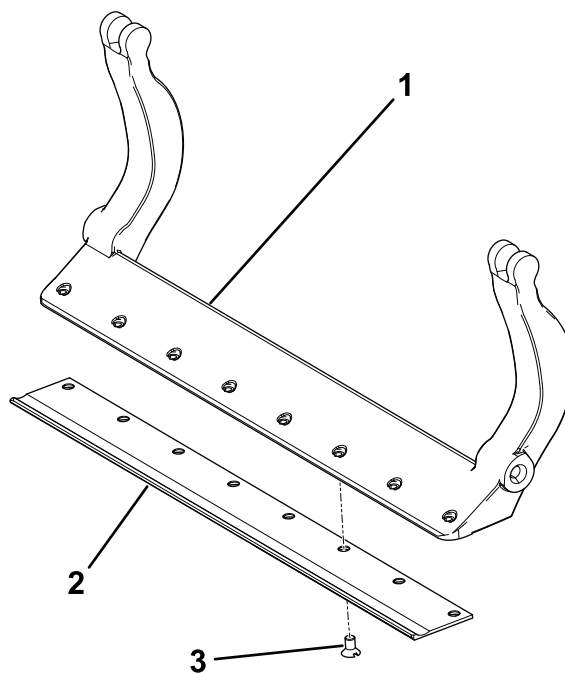

Figure 34
- A. Serrez les 2 vis à extérieures à 1 N·m ; voir Figure 34.
- B. En partant du centre de la contre-lame, serrez les vis à un couple de 23 à 28 N·m ; voir Figure 34.
3. Appliquez du produit antigrippant sur les vis et montez la contre-lame sur la barre d'appui comme suit (Figure 34) :